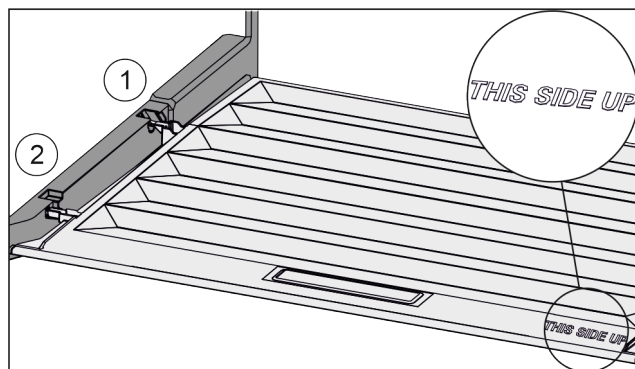

Fig. 68
- Introduire les rainures du couvercle par l'orifice du support arrière Fig. 68 (1) et les enclencher à l'avant dans le support Fig. 68 (2).